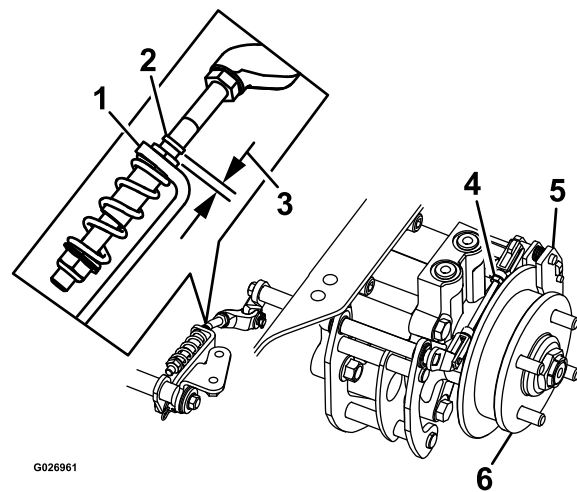

Figura 85
7. Compruebe si hay un espacio visible entre la escuadra y el tope del acoplamiento (Figura 85).